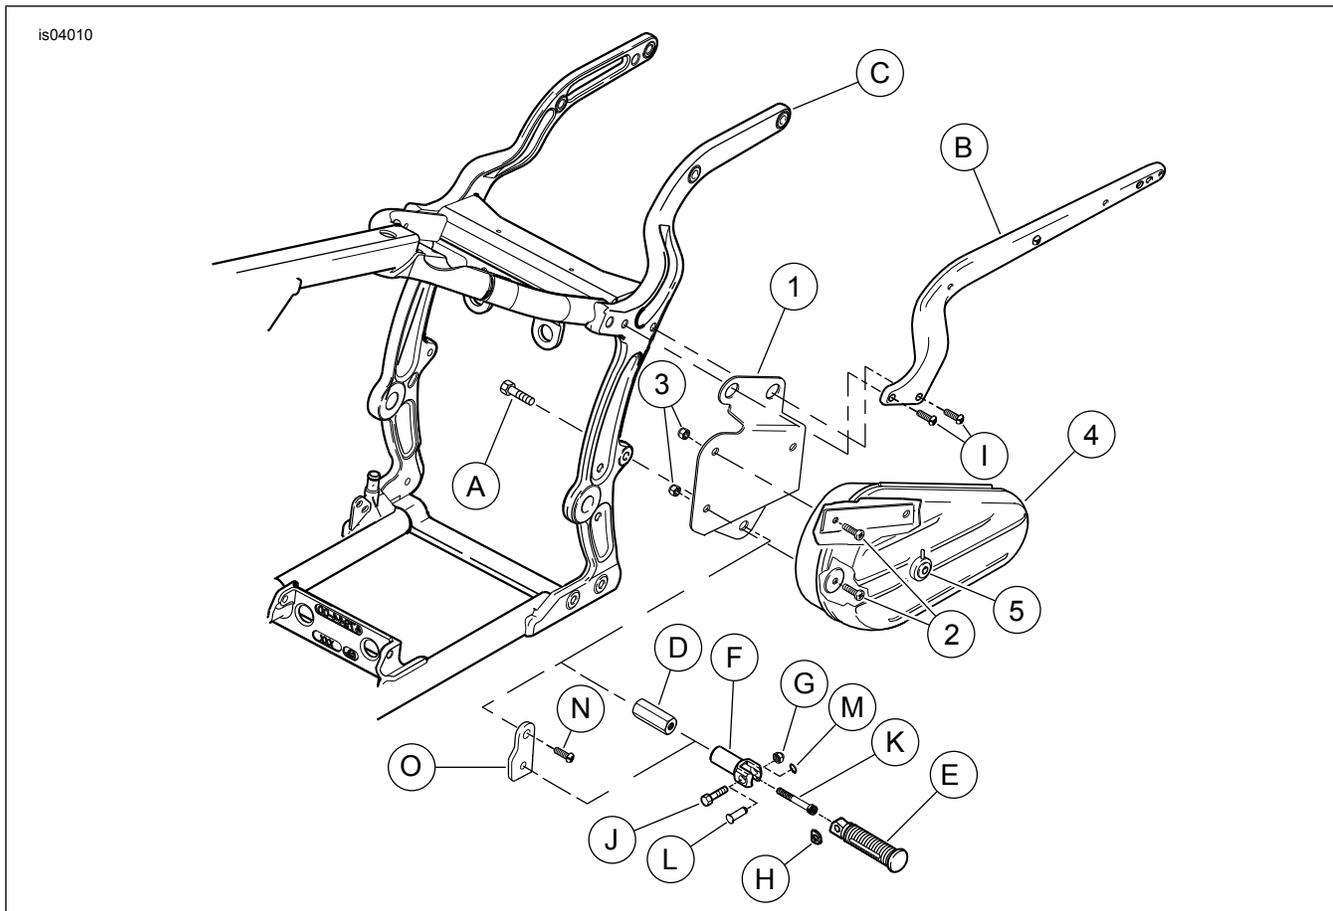

Figura 1. Parti di ricambio: kit della scatola degli attrezzi per il lato sinistro
Vedere Figura 1 e Tabella 1.
1. Vedere Figura 1. Attaccare la scatola degli attrezzi (4) alla relativa staffa di montaggio (1) utilizzando le tre viti a testa bombata (2) e i dadi (3).
2. Rimuovere le due viti a testa bombata (I) che fissano il sostegno del parafrangente posteriore sinistro (B) al telaio della motocicletta (C). Conservare le viti per il montaggio.
- a. **Per il modello FLSTN:** Rimuovere la vite a testa bombata (N) e la staffa sinistra del poggiatesta (O) con attaccato il sostegno del poggiatesta (F) ed il poggiatesta (E).
- b. **Per tutti gli altri modelli:** Rimuovere il dado bloccante (G), il bullone a testa esagonale (J), la rondella elastica (H) e la pedalina poggiatesta (E). Rimuovere la vite ad esagono incassato (K) che fissa il sostegno del poggiatesta (F) al telaio (C).
5. Far scorrere la parte superiore della staffa di montaggio (1) tra il sostegno del parafrangente posteriore (B) e il telaio (C). Allineare i fori nella parte superiore della staffa con i fori del sostegno del parafrangente. Allineare il foro inferiore della staffa con il foro di montaggio del poggiatesta nel telaio. Installare le due viti (I), rimosse al punto 2, nel sostegno del parafrangente. Non serrare le viti in questo momento.